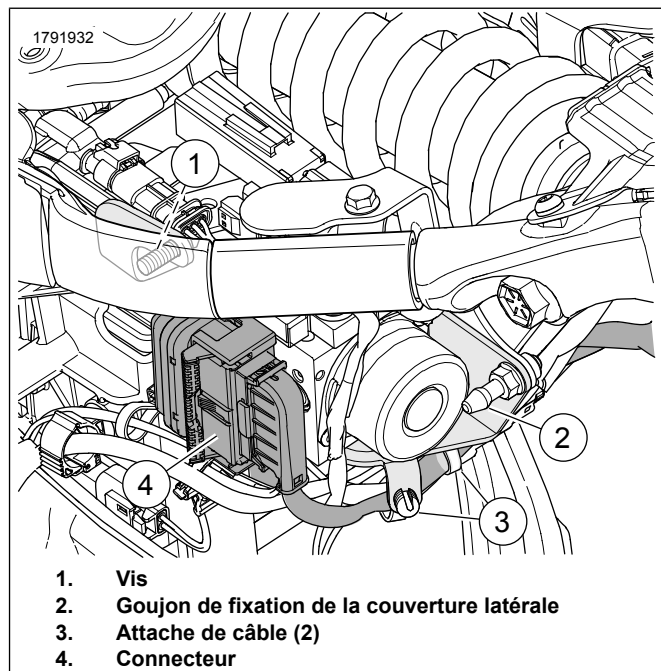
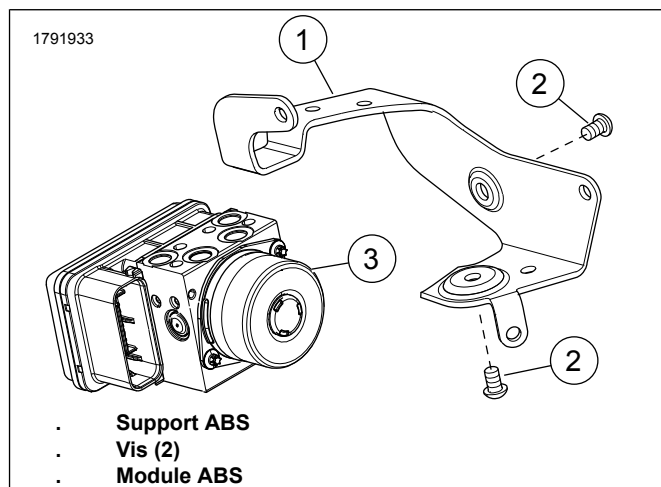

Figure 2. Module ABS avec support
Figure 3. Support ABS
1. Voir la Figure 2. Si la moto est équipée de système ABS : Débranchez le connecteur ABS (4).
2. Retirez les sangles de câble (3).
3. Retirez le goujon de montage de la couverture latérale (2). Conservez pour une utilisation ultérieure.
4. Retirez la vis (1).
5. Voir la Figure 3. Retirez le module ABS (3) avec le support.
6. Retirez les vis (2).
7. Retirez et jetez le support (1).